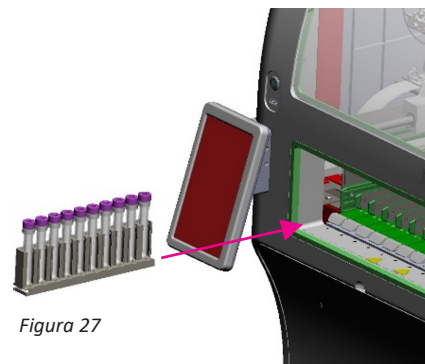

Figura 27
**Per i portaprovette per ematologia Sysmex, Mindray e Horiba:** il portaprovette dev'essere caricato con la posizione per il campione 1 posta anteriormente (consultare la Figura 27).